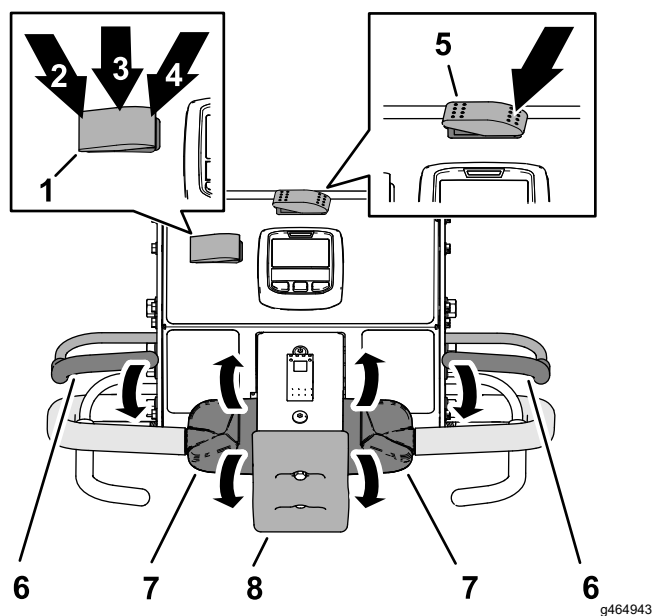

Figura 81
1. Apăsai comutatorul de transport/aerare în poziția TRANSPORT (Figura 81).